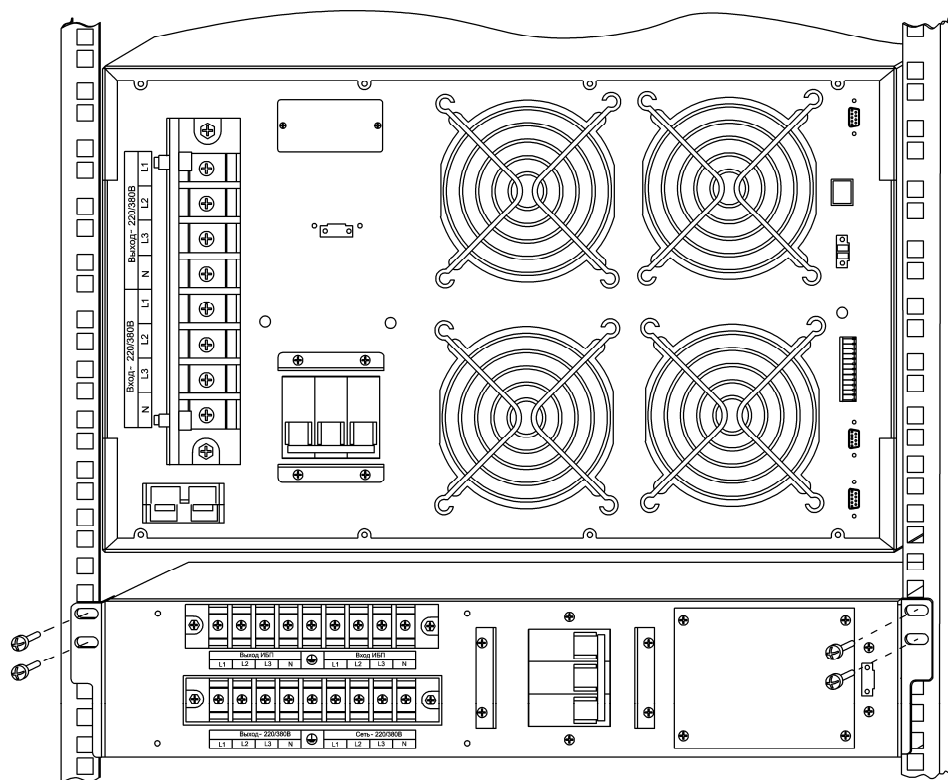

Рисунок 3 – Порядок установки модуля MBS 3/3 15-20К в стандартный шкаф или стойку для телекоммуникационного оборудования шириной 19 дюймов
7.1.3 Установку модуля в шкаф следует производить в следующей последовательности (рисунок 3):